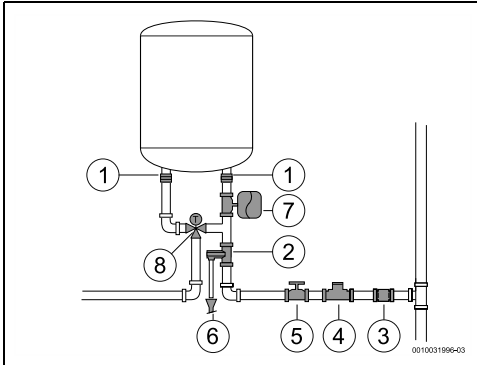

fig. 14
- ▶ Rekomandohet instalimi i një valvule termostatike (Fig. 14, [8]) në tubin e daljes së pajisjes nëse përdoren tuba PEX. Ky duhet rregulluar për të përkuar me rendimentin e materialit të përdorur.
- Asnjëherë mos instaloni asnjë aksesori (përveç atyre të treguar në Fig. 14) midis valvulës së çlirimit të presionit dhe hyrjes së ujit të ftohtë (në anën e djathtë) të pajisjes.
- instaloni një reduktues presioni (Fig. 14, [4]). Valvula e çlirimit të presionit do të aktivizohet sa herë që presioni në pajisje është mbi 8 bar (± 1 bar), për të cilën arsye është e nevojshme të planifikohet një mënyrë për shkarkimin e këtij uji.
- instaloni një enë zgjerimi (Fig. 14, [7]) për të ndaluar hapjen e shpeshtë të valvulës së çlirimit të presionit. Ena e zgjerimit të vullmit duhet të jetë e barasvlershme me 5% të vullmit të pajisjes.